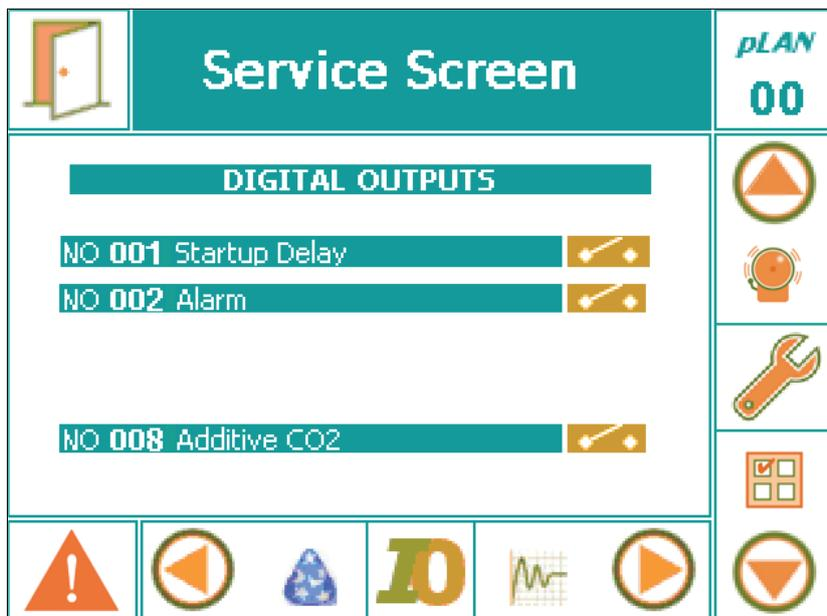

Figure 9-3 : Exemple d'écran des entrées et des sorties – Digital Outputs (Sorties numériques) (aucune séquence en cours)
- Lorsqu'aucun programme n'est en cours, l'écran des entrées et des sorties autorise la modification des signaux de sortie analogiques et numériques. Cette interactivité permet aux techniciens de service de réparer la chambre. Pour voir un exemple d'écran de sorties numériques, reportez-vous à la figure 9-3. Vous remarquerez que les champs de couleur orange (lorsqu'aucune séquence n'est en cours) peuvent être modifiés. **(Remarque : voir l'avertissement ci-dessus.)**